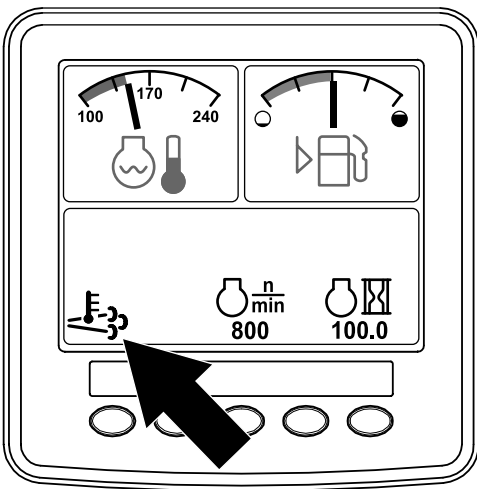

Figura 39
- L'icona della temperatura di scarico elevata viene visualizzata nell'InfoCenter (Figura 39).